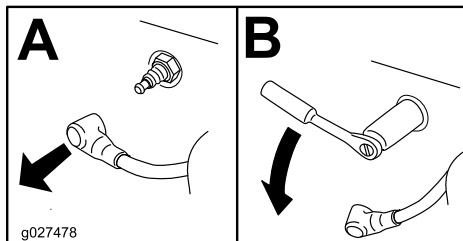

Figura 20
3. Individuate e rimuovete le candele (Figura 20).